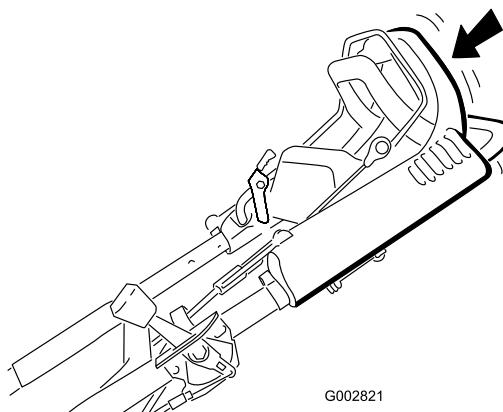

Figura 17
1. Para activar el sistema de autopropulsión, simplemente camine con las manos sobre el manillar superior (Figura 17) y los codos junto al cuerpo, y el cortacésped mantendrá automáticamente su misma velocidad.